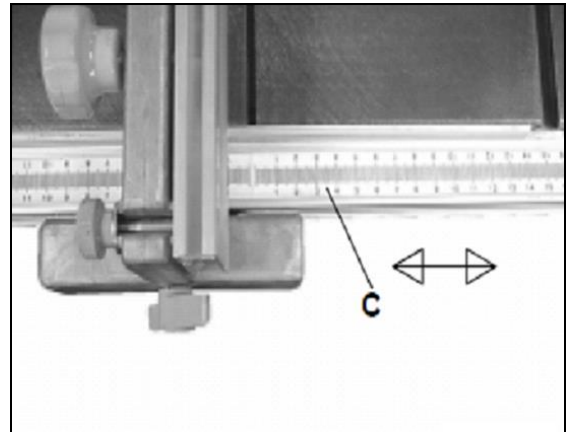

**Fig 11**
Desserrer l'écrou (A, Fig 11), ajuster la vis (B).